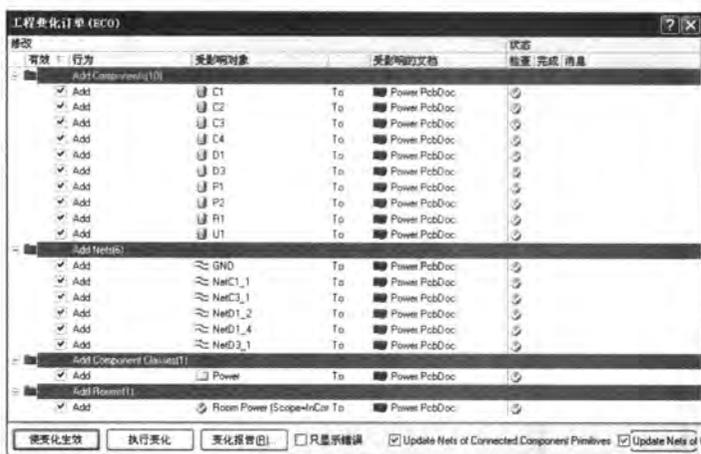

图 8-104 检查网络及元器件封装
- [5] 单击 **使变化生效** 按钮，此时在【状态】区域的【检查】栏中全部出现了绿色的正确标志“√”，表明对网络及元器件封装的检查是正确的，变化有效，如图 8-104 所示。